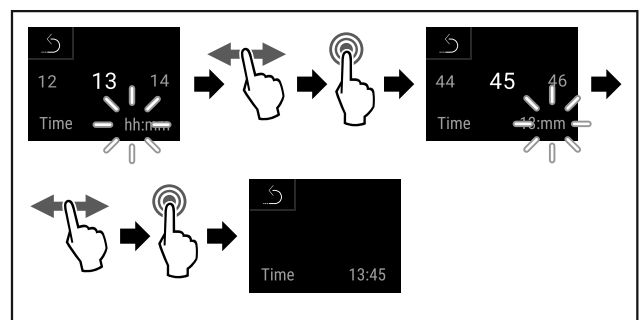

Fig. 56
- ▶ Suivre les étapes (voir Fig. 56) .